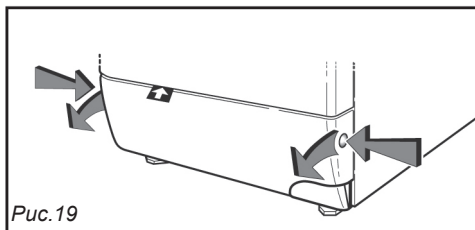

Рис.19
- Снимите нижнюю панель (Рис. 19).